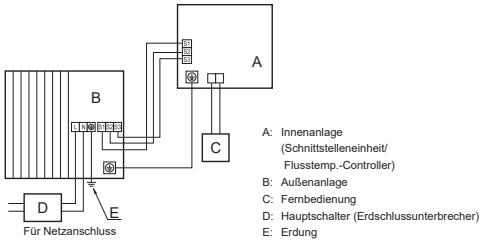
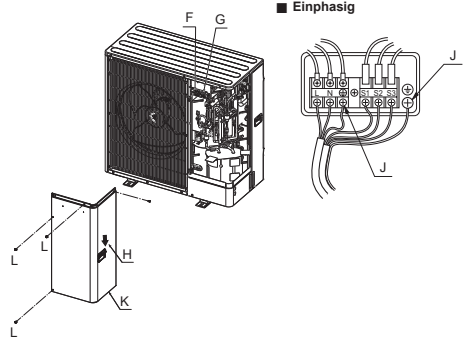

Abb. 7-1
Abb. 7-2
### 7.1. Außenanlage (Abb. 7-1, Abb. 7-2)
(1) Die Bedienungsplatte abnehmen.
(2) Die Kabel gemäß der Abb. 7-1 und der Abb. 7-2 verdrahten.